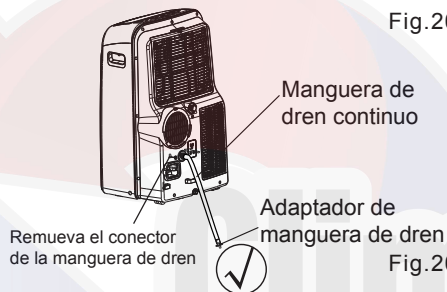

Fig. 20b
- Durante el modo de bomba de calentamiento, quite el tapón de drenaje superior de la parte posterior de la unidad, instale el conector de drenaje (de 5/8") con 3/4" de manguera (adquirida localmente). Para el conector de drenaje, simplemente conecte la manguera de desagüe en el orificio. Coloque el extremo abierto de la manguera directamente sobre el área de drenaje en su piso del sótano. Por favor, consulte la Fig. 20b.